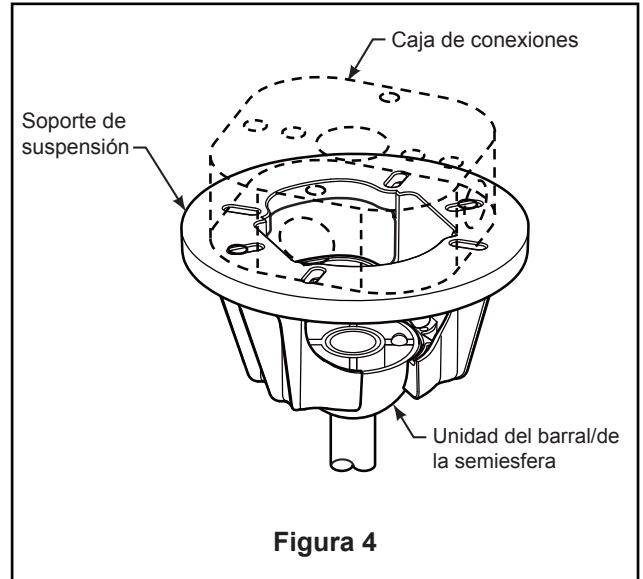

Figura 4
4. Coloque el soporte de la varilla y alinee los orificios de la clavija de horquilla en ambas piezas. Instale la clavija de horquilla y asegúrela con la pinza de horquilla. Instale los set de tornillos con tuercas en el soporte de la varilla. Fije con seguridad el set de tornillos con el destornillador y luego fije bien las tuercas con una llave hexagonal. (Figura 4)
3. Con cuidado, levante el ventilador y apoye la unidad del barral/de la semiesfera en el soporte de suspensión que acaba de fijar a la caja de conexiones. (Figura 4) Asegúrese de que la ranura en la semiesfera esté alineada con el reborde del soporte de suspensión. (Figura 3)
4. Instale el conector de 2 clavijas desde unidad de luz LED conexión a la unidad del motor. (Figura 4)